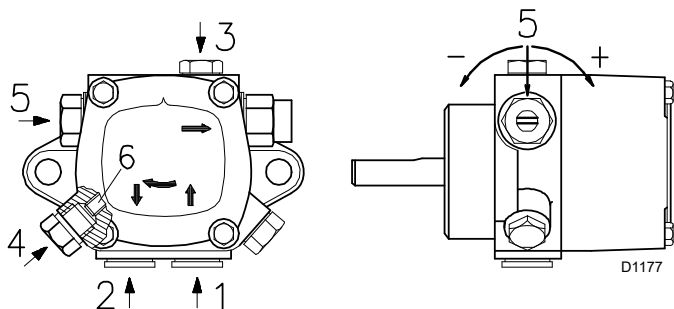
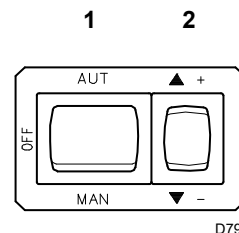

Abb. 25
Abb. 26
Legende (Abb. 25)
- Damit sich die Pumpe selbst einschalten kann, muss die Schraube 3)(Abb. 25) der Pumpe (Abb. 25) gelockert werden, damit die Saugleitung entlüftet wird.
- Schließen Sie die Kontrollvorrichtungen und zünden Sie so den Brenner, drehen Sie dazu den Schalter 1)(Abb. 26) auf die Position „MAN“ und den Wählschalter 10)(Abb. 6) auf die Position „OIL“.
- Die Pumpe ist eingeschaltet, wenn aus der Schraube 3)(Abb. 25) Heizöl heraustritt. Stoppen des Brenners: Den Schalter 1)(Abb. 26) auf „OFF“ stellen und die Schraube 3)(Abb. 25) einschrauben.